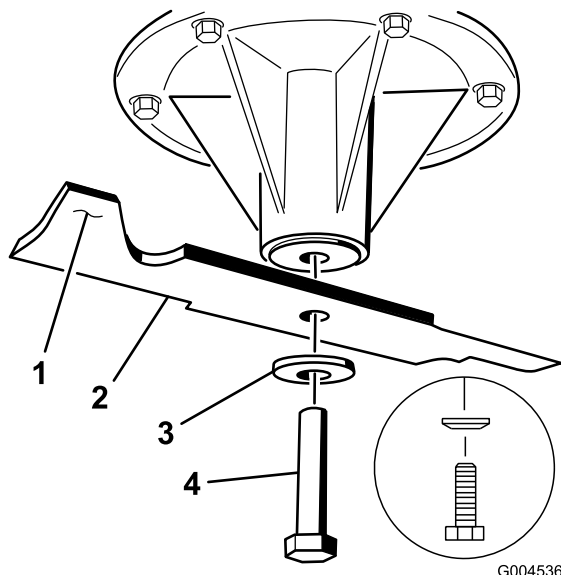

Bild 79
1. Setzen Sie das Messer auf die Spindelwelle (Bild 79).
2. Setzen Sie die Federscheibe und die Messerschraube ein (Bild 79).
Hinweis: Der Konus der Federscheibe muss bei der Installation in Richtung Schraubenkopf zeigen (Bild 79).